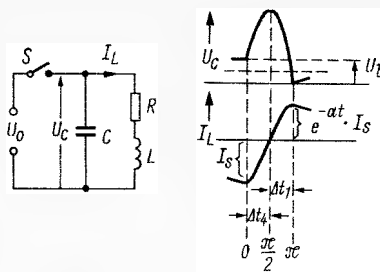

Bild 4. Vorgänge bei Abstimmung des Rücklaufs
Die Überlegung, daß sich die am Ende des Hinlaufs in der Induktivität der Ablenkspule gespeicherte magnetische Energie zur Deckung des Batteriespannungsbedarfs für den Stromanstieg in der zweiten Hälfte des Rücklaufs nutzbar machen läßt, brachte bei Verwendung von zwei gleichartigen Transistoren eine einfache Lösung des Problems. Eine gewisse Ähnlichkeit mit den Vorgängen des horizontalen Rücklaufs ist unverkennbar vorhanden (Bild 4).
Die Differentialgleichungen (6) der Ersatzschaltung (Bild 4) führen mit ihren Anfangsbedingungen über die Laplace-Transformation zu der gesuchten Zeitfunktion für den Strom  $I_L$  durch die Ablenkspule und für die Spannung  $U_C$  am Kondensator.